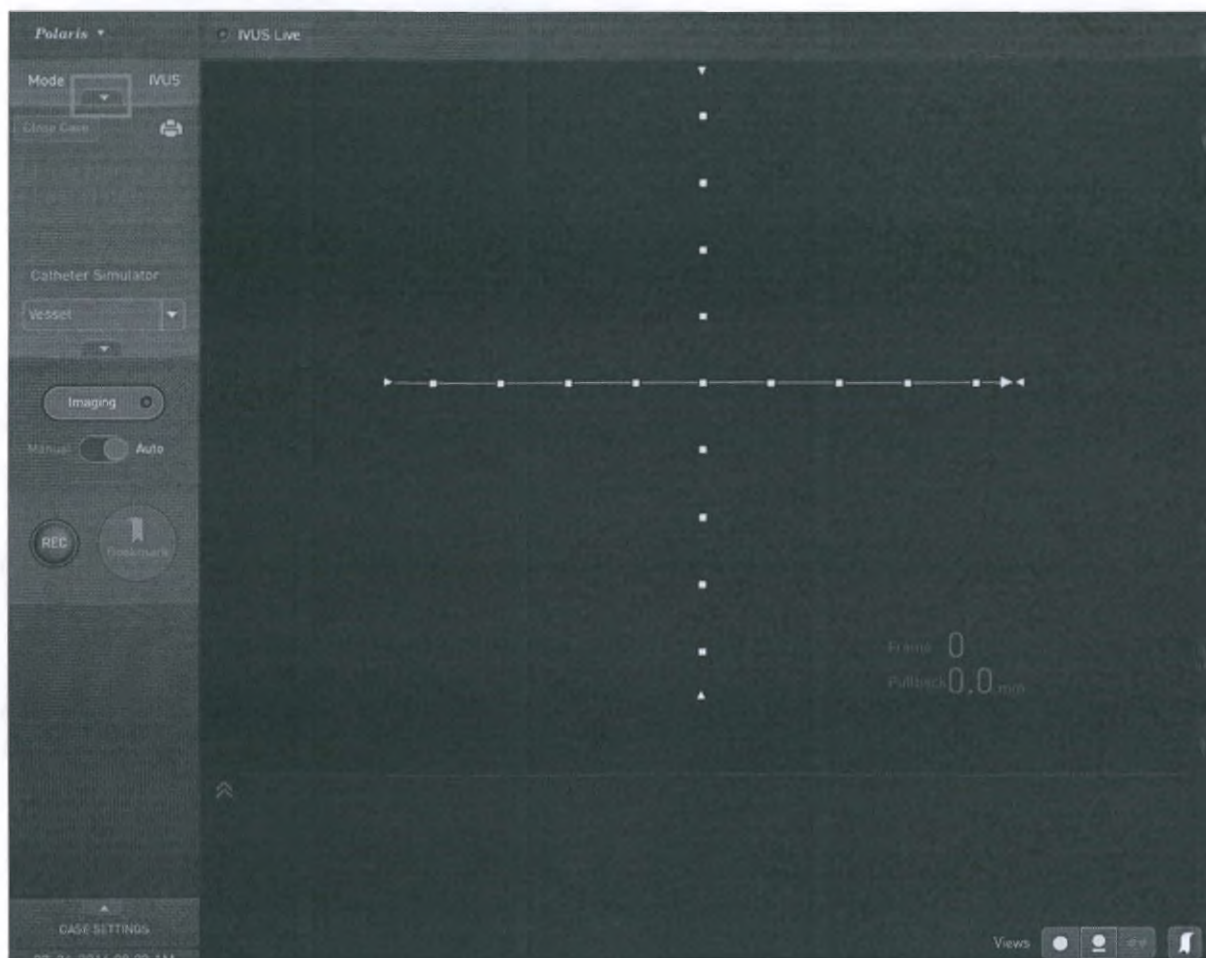

Рисунок 2-6: Главный дисплей, с выпадающей частью окна «Режим»
1. В левом верхнем углу главного экрана щелкните стрелку вниз, чтобы развернуть часть окна «Режим». См. Рисунок 2-6.